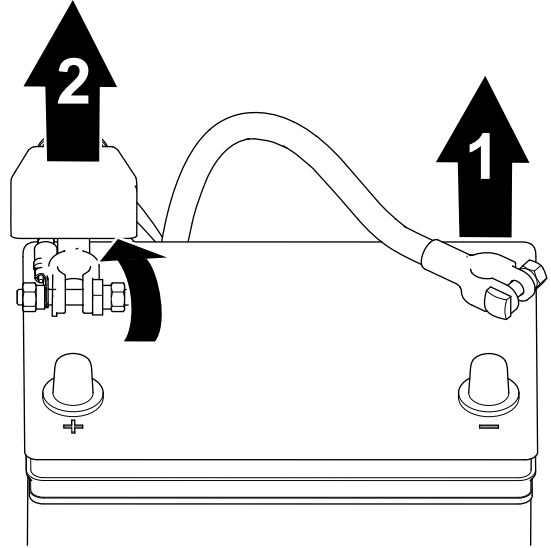

图 38
2. 从电池电极上断开负极电池接线（图 38）。
3. 提起绝缘体，并从电池电极上断开正极电池接线（图 38）。